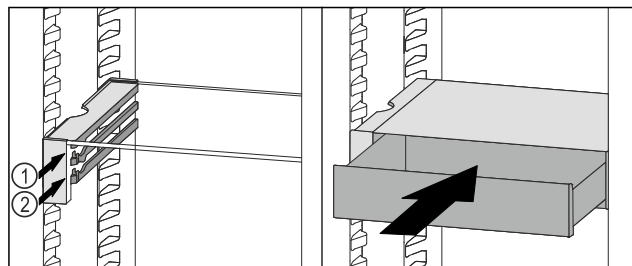

Fig. 66
- Posizionare il cassetto VarioSafe dietro i tappi sulla nervatura desiderata Fig. 66 (1) o Fig. 66 (2).